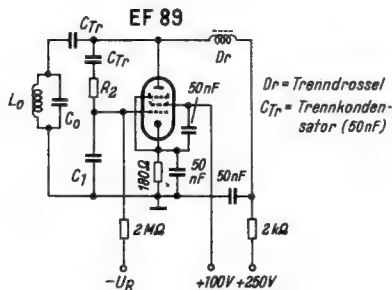

Bild 11. Die Röhre EF 89 als regelbare Induktivität
F. Beispiel nach Bild 11
- $U_R =$ Regelspannung (V)
- $L_B' =$ die Ersatzinduktivität der Blindröhre für Fall 1, wie in Versuchsschaltung Bild 11 angenommen, berechnet nach Tabelle 1: $L = \frac{C_1 \cdot R_2}{S}$